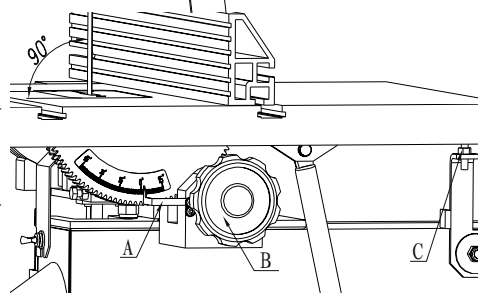

图 15
旋转台板倾斜手柄 (B), 使指针指向刻度 90° , 然后用组合角度尺进行测量, 确保直靠尺侧面与台板面间角度同样为 90° , 如果不一致, 则需要进行调整, 确保指针显示刻度与组合角度尺实际刻度一致, 同为 90° , 然后锁紧螺钉 (C), 如图 15.